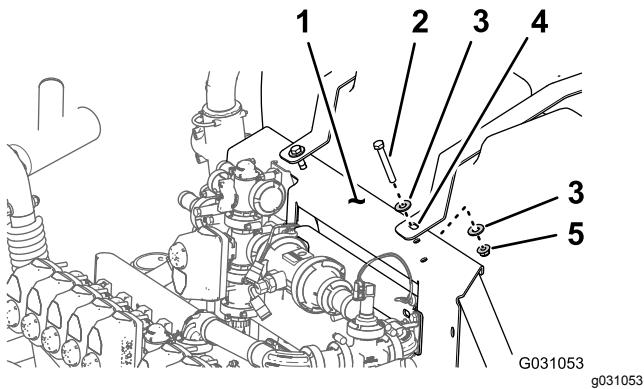

Bild 102
- A. Fluchten Sie das Loch im Spülbehälterriemen mit dem Loch in der Verteilerbefestigung aus (Bild 102).
(3/8"), die Sie in Schritt Bild 102 in 5C entfernt haben, an der Befestigung (Vorbereiten des Sprühbehälters und des optionalen Spülbehälters \(Seite 6\)).
- C. Ziehen Sie die Schraube und Sicherungsmutter mit der Hand an (Bild 102).